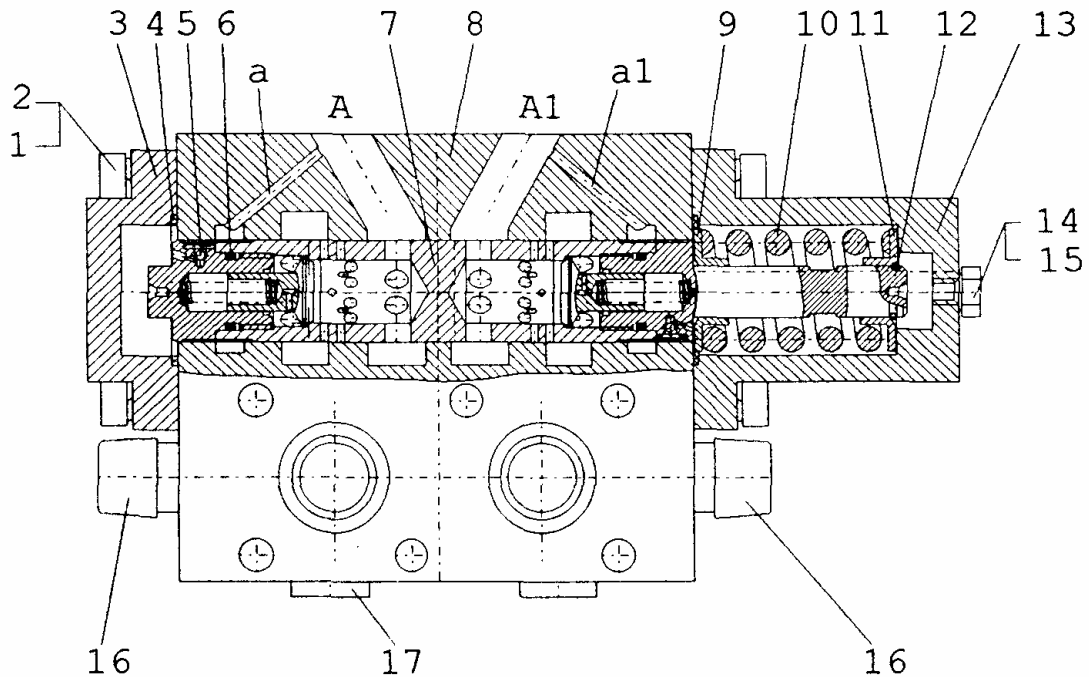

Рис. 40 Гидроклапан противообгонный
6. ГИДРОКЛАПАН ПРОТИВООБГОННЫЙ (рис. 40)